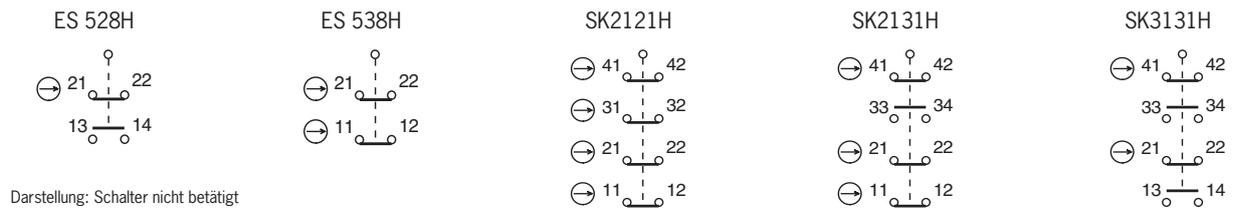

Bild 5: Kontaktbelegung der Schaltelemente
Es muss mindestens ein Kontakt (⇒) verwendet werden. Dieser signalisiert die Stellung der Schutz-einrichtung (Kontaktbelegung siehe Bild 5).
3. Anschließen und Klemmen mit 0,5 Nm anziehen (Kontaktbelegung siehe Bild 5).